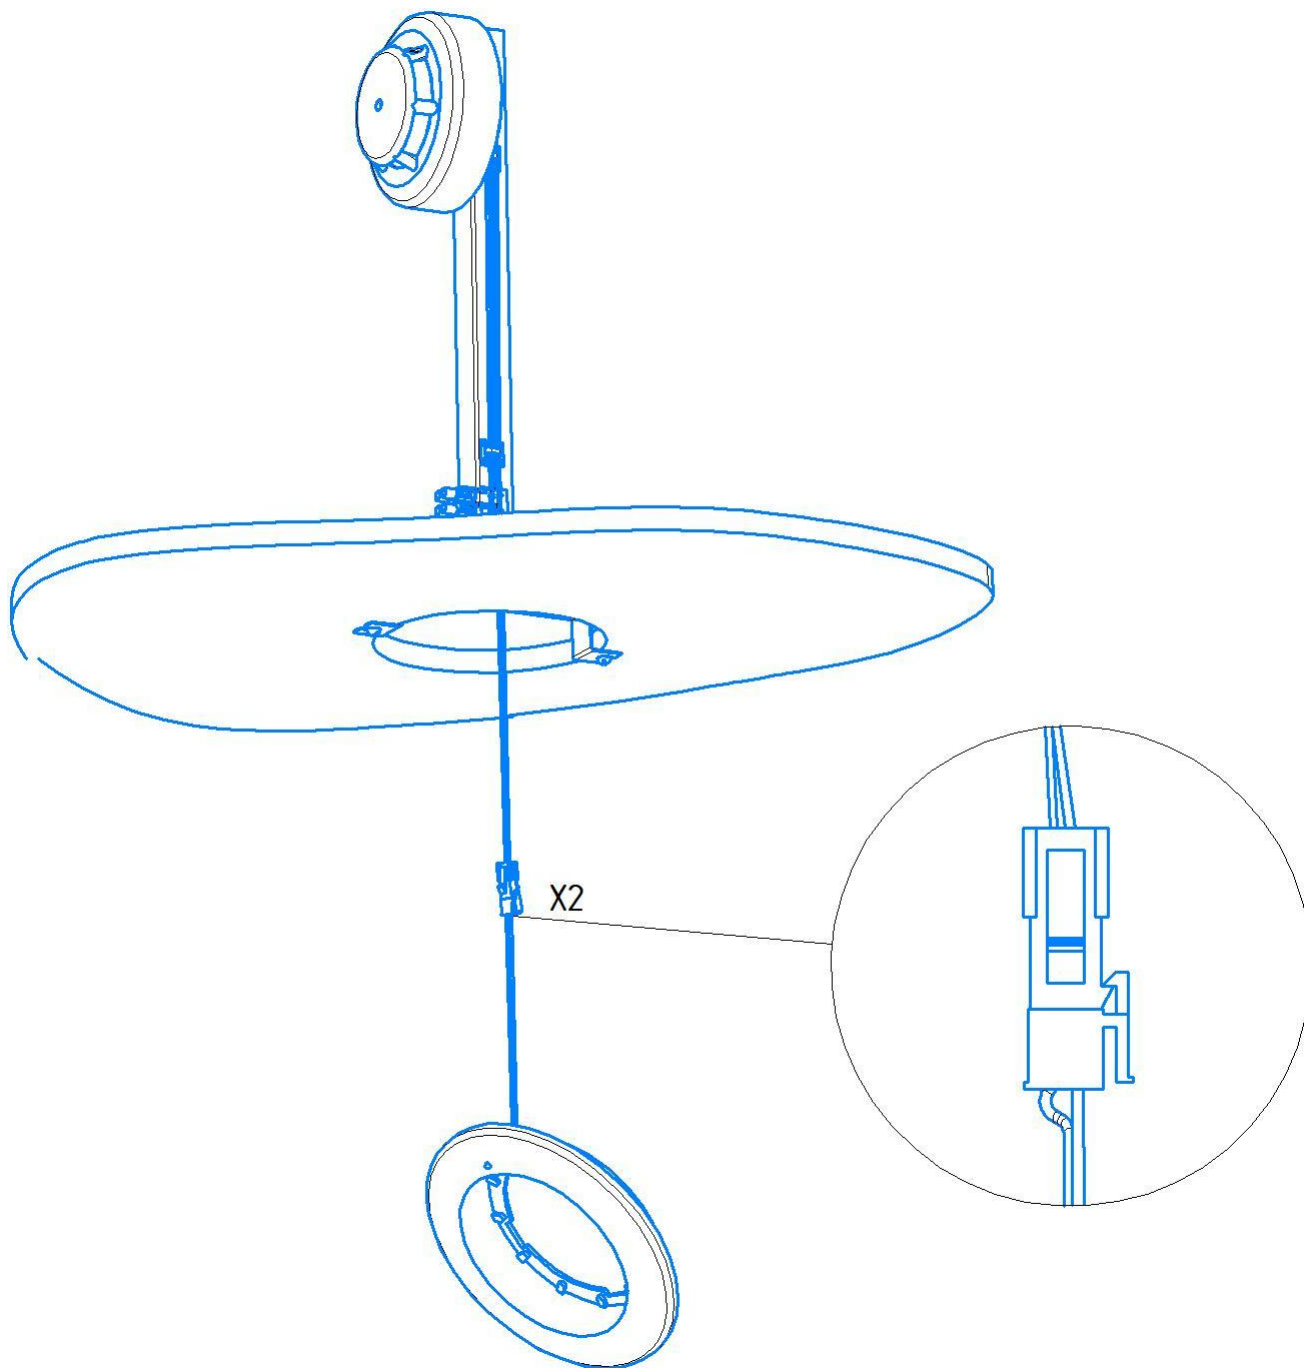

Рисунок 5 – Подключение внешнего устройства оптической сигнализации (ВУОС)
5.6 Произвести подключение внешнего устройства оптической сигнализации (ВУОС), соединив вилку обоймы с розеткой X2 (смотри рисунок 5).